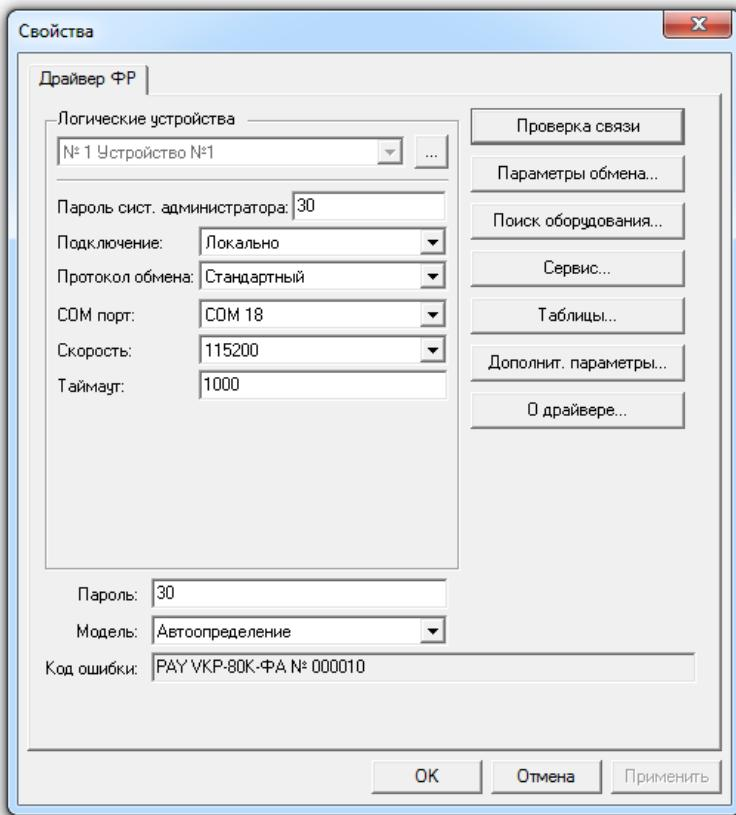

Рисунок 62
- 6.4.1 Запустите «Тест Драйвера ФР». Выбор СОМ-порта осуществите в соответствии с конфигурацией компьютера (Рисунок 62).